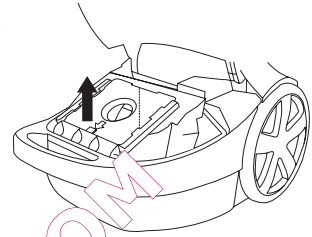
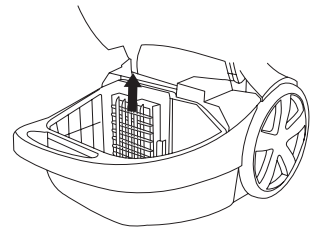

Figura 7
Figura 8
1. Tan pronto como el indicador de 'bolsa llena' se ponga en rojo, deberá sustituir la bolsa inmediatamente, véase la figura 7.
3. Abra la tapa del compartimiento para la bolsa levantando la palanca. Saque la bolsa, véase la figura 7. Saque el soporte del filtro de entrada que se encuentra detrás de la bolsa para sacarlo, véase la figura 8.